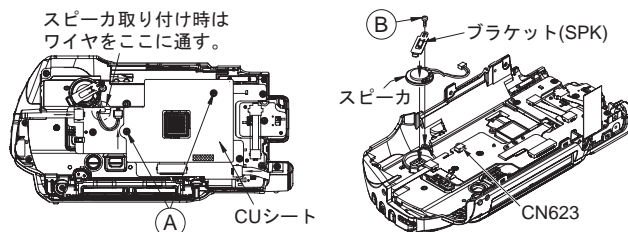
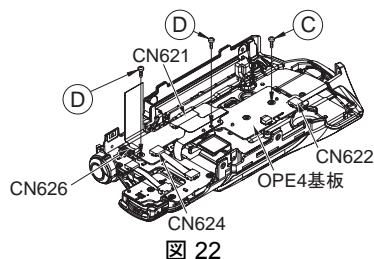
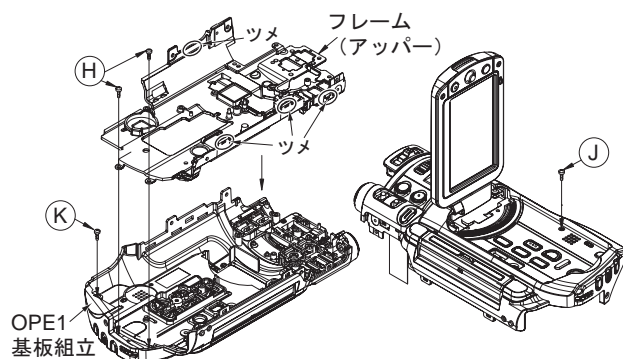

図 21
図 22
図 25
3.5 アッパー組立の分解(図21、図22、図23、図24、図25参照)